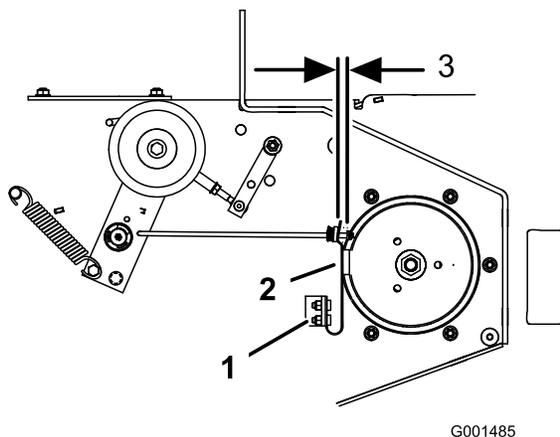

Figura 58
3. Si es necesario, ajuste los pernos de montaje del muelle hasta que la pastilla de freno de la cuchilla roce contra ambos lados de la ranura de la polea (Figura 58).
4. Ajuste la tuerca del extremo de la varilla de freno de la cuchilla hasta que quede un espacio de 3–5 mm entre la tuerca y el espaciador (Figura 58).